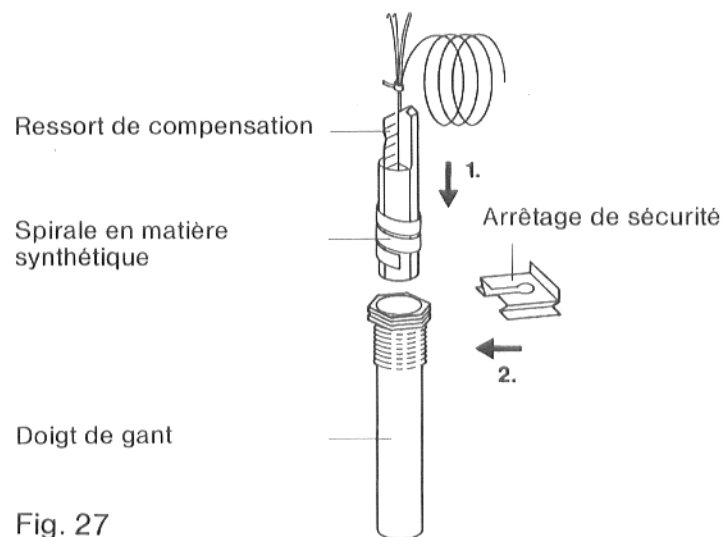

Fig. 27
- Introduire la sonde thermostatique jusqu'en butée dans le doigt de gant (fig. 27). La spirale en matière synthétique se replie alors automatiquement. Le ressort de compensation doit être introduit avec la sonde dans le doigt de gant.
- Enfoncer l'arrêtage de sécurité de la sonde (livré avec l'appareil de régulation), latéralement ou de haut en bas, sur la tête du doigt de gant (fig. 27).